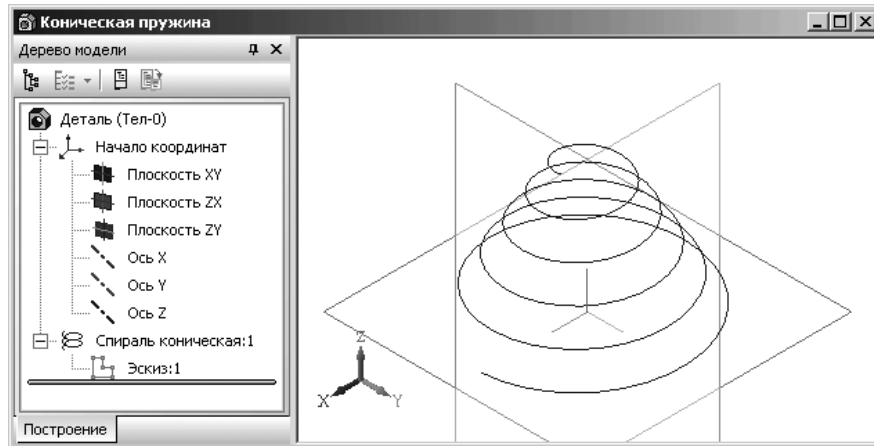

Рис. 3.96. Трехмерный объект – спираль коническая
- нажмите комбинацию клавиш **Ctrl+Enter**. Появится трехмерный объект – спираль коническая (рис. 3.96);